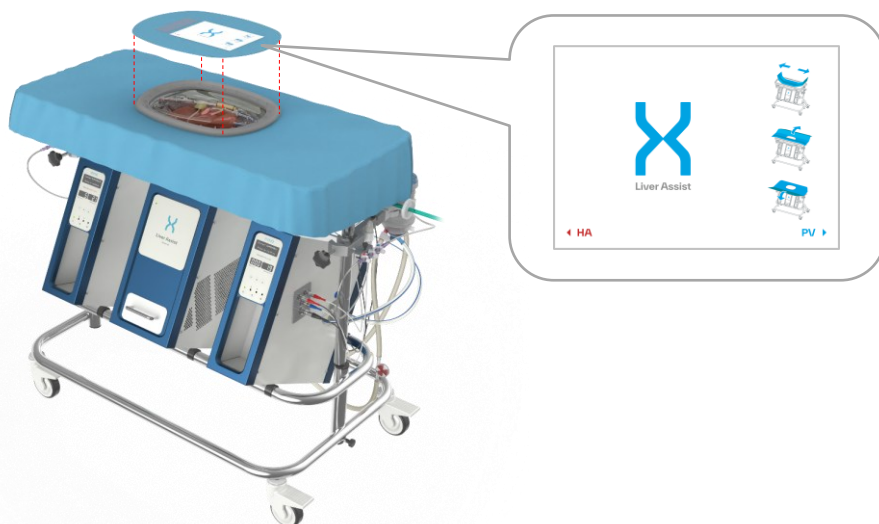

Figura 29: Posizionamento del telo sterile aggiuntivo
- Posizionare il telo sterile aggiuntivo sopra il serbatoio e assicurarsi che l'orientamento sia corretto, come segnalato dagli indicatori HA e PV sui due lati dell'etichetta (Figura 29)